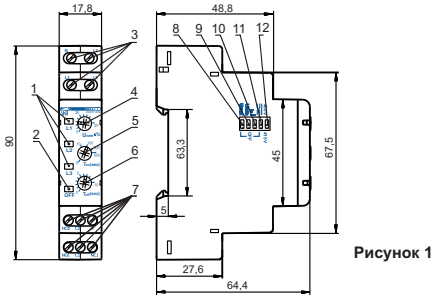

Рисунок 1
2) Регулятором  $U_{nom\pm\%}$  (поз.4 рис. 1) встановіть необхідний поріг спрацьовування за максимальною та мінімальною напругою у відсотках від номінальної напруги живлення мережі.
3) Регулятором  $T_{off}(sec)$  (поз.6 рис. 1) встановіть час спрацьовування захисту.
4) Регулятором  $T_{on}(sec)$  (поз.5 рис. 1) встановіть час АПВ.
5) Перемикачі спрацьовування захисту (поз. 8 – 11 рис. 1) увімкніть необхідні захисти.
6) Перемикачем 400 В / 415 В (поз. 12 рис. 1) встановіть тип мережі, що використовується.
Якщо Ви плануєте використовувати виріб в режимі «Контроль максимальної напруги» (розд. «Робота виробу»), зрив живлення котушки КМ необхідно підключити до клем **C1-NC1 (C2-NC2)** (зворотна логіка увімкнення). Перемикач  $U_{max}$  (поз. 8 рис. 1) перемістіть в положення «Увімкнено», а перемикачі  $U_{max}$ ,  $U_{min}$  – в положення «OFF».